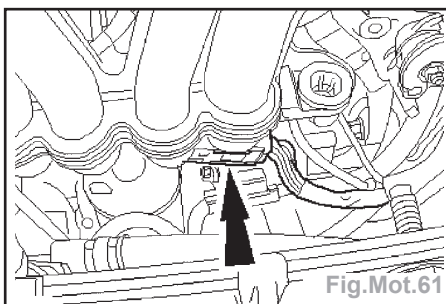

Fig.Mot.61
- Débrancher le connecteur de faisceau de câblage moteur (Fig.Mot.61).